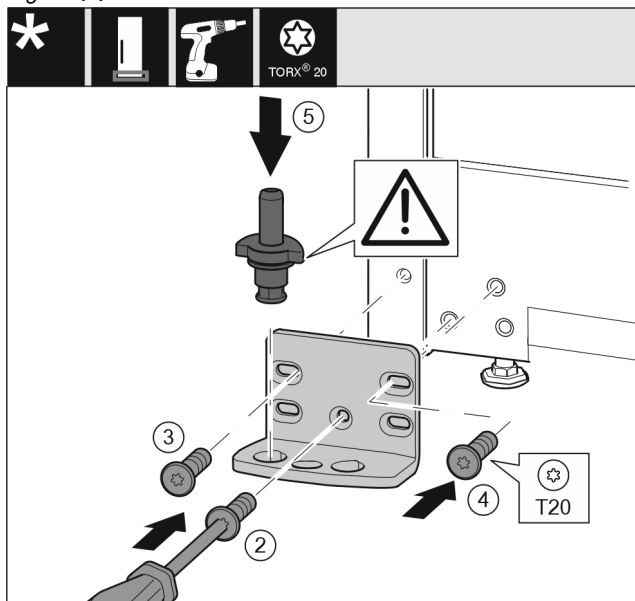

Fig. 18
- ▶ Установите опорный кронштейн с другой стороны и прикрутите с помощью отвертки T20. Начиная с винта 2 снизу в центре. *Fig. 18 (2)*
- ▶ Затяните винты 3 и 4. *Fig. 18 (3,4)*
- ▶ Установите опорный палец в сборе. При этом следите за тем, чтобы выступ фиксатора был направлен назад. *Fig. 18 (5)*